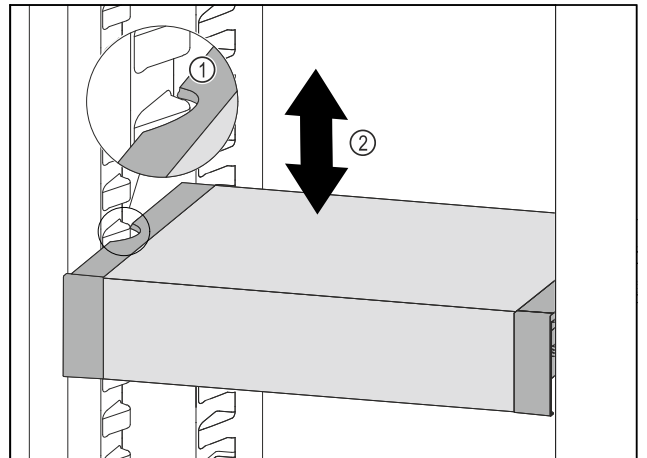

Fig. 127
- ▶ Húzza előrefelé a VarioSafe fiókot annyira, hogy a VarioSafe oldalsó kivágásai a hűtőrészben a tartóborda magasságában legyenek. Fig. 127 (1)
- ▶ A hűtőrészben a VarioSafe fiókot mozgassa felfelé vagy lefelé a kívánt magasság eléréséig. Fig. 127 (2)